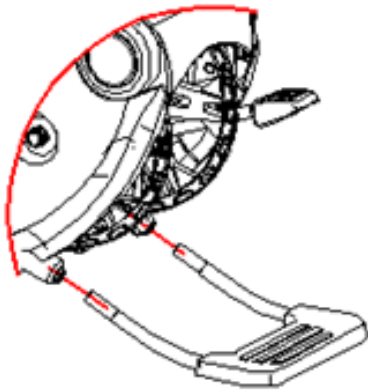

Abb.4-1: Montage der Fußauflage
1. Stecken Sie die Metallrohre in die Fußauflage und verbinden Sie diese mit dem Rohr des Hauptkörpers, bis der Druckknopf einrastet. Prüfen Sie durch leichtes Ziehen an den Rädern, ob diese korrekt verbunden sind (Abb. 4-1).